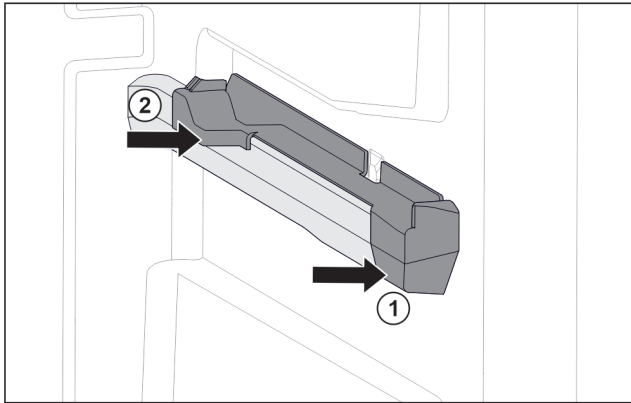

Fig. 196 右侧容器肋梁上的插装件
- ▶ 将插装件前部放到容器肋梁上。 Fig. 196 (1)
- ▶ 压紧插装件后部。 Fig. 196 (2)